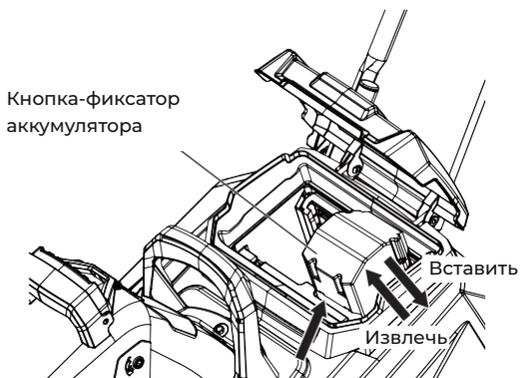

Рис. 9
6.1 Установка/извлечение аккумулятора (рис. 9)